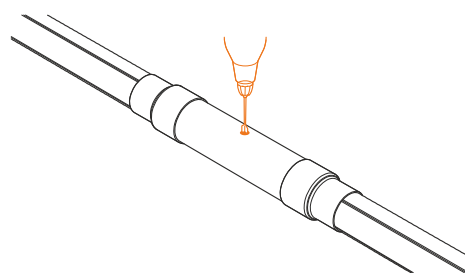

Рис. 4.7.10
10. Перьевым сверлом ($D=20$ мм) просверлить отверстие для заливки пенополиуретана (рис. 4.7.10).